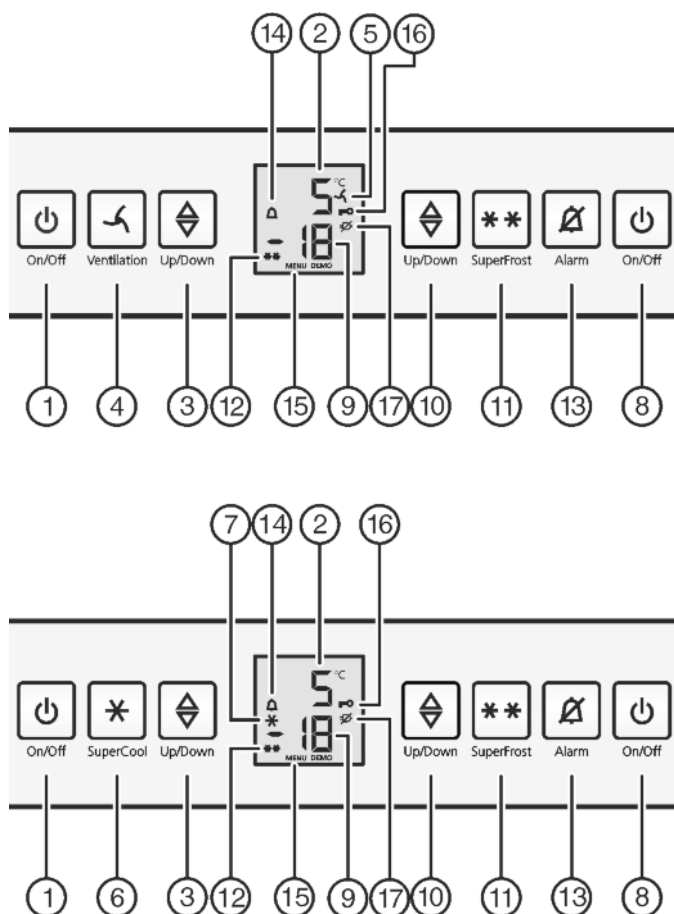

Fig. 2
- Appuyer sur la touche On/Off Fig. 2 (8) du congélateur.
- Appuyer sur la touche On/Off Fig. 2 (1) du compartiment réfrigérateur.
- Activer le mode de réglage : appuyer sur la touche SuperFrost Fig. 2 (11) pendant env. 5 secondes.
- ▷ Le symbole Menu *Fig. 2 (15)* apparaît dans l'affichage.
- ▶ Confirmez en appuyant brièvement sur la touche SuperFrost *Fig. 2 (11)*.
- ▷ Le symbole Sécurité enfants *Fig. 2 (16)* s'allume dans l'affichage.
- ▶ Appuyer brièvement sur la touche On/Off du compartiment congélateur *Fig. 2 (8)*.
- ▶ Activer le mode de réglage : appuyer sur la touche SuperFrost *Fig. 2 (11)* pendant env. 5 secondes.
- ▷ Le symbole Sécurité enfants *Fig. 2 (16)* s'éteint.
L'affichage de la température clignote en même temps que le symbole Alarme *Fig. 2 (14)*.
L'avertisseur sonore s'éteint automatiquement et le symbole Alarme *Fig. 2 (14)* et l'affichage de température arrêtent de clignoter lorsque la température est de nouveau suffisamment froide.
- ▶ Appuyer sur la touche Alarme *Fig. 2 (13)*.